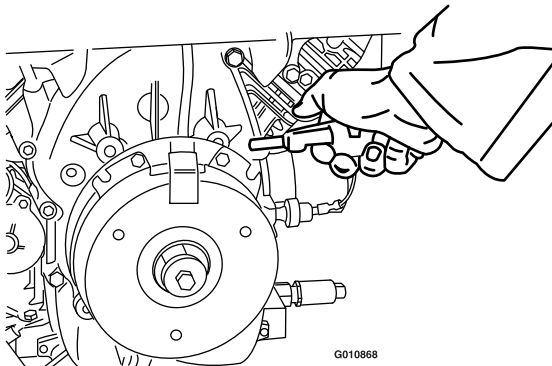

Figure 64
3. Soufflez de l'air comprimé sous le pôle et autour des entretoises du frein pour éliminer tout débris (Figure 64).